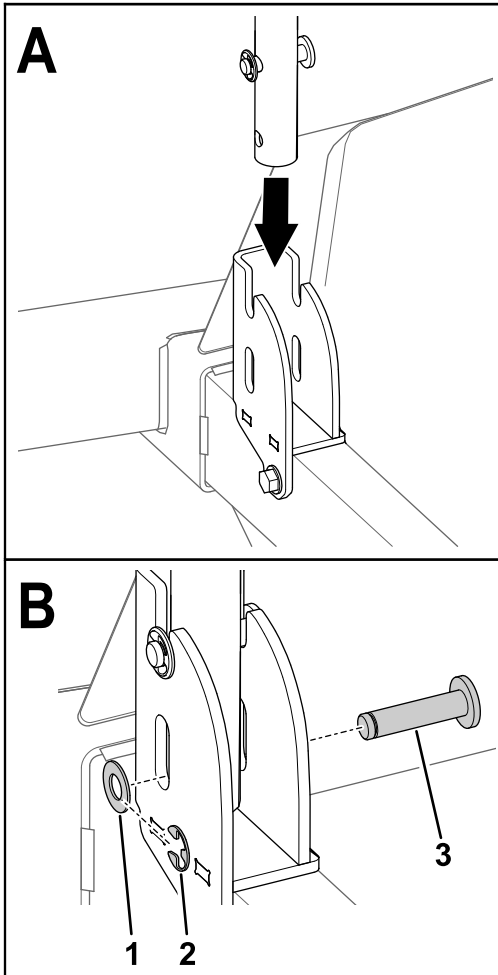

Figure 5
1. Alignez le trou inférieur de la poignée de maintien sur la fente fermée du support de la poignée, comme montré à la Figure 5.
2. Insérez la goupille rainurée dans la fente du support et le trou de la poignée de maintien (Figure 5).